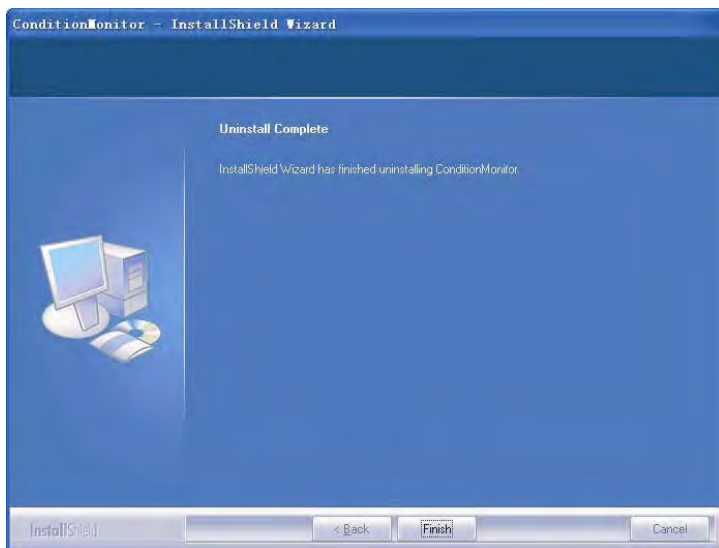

Abb. 3-3
- 3) Die Schnittstelle zur Deinstallation der Software wird angezeigt. Sobald die Deinstallation abgeschlossen ist, wird ein Fenster wie im Bild 3-3 angezeigt.